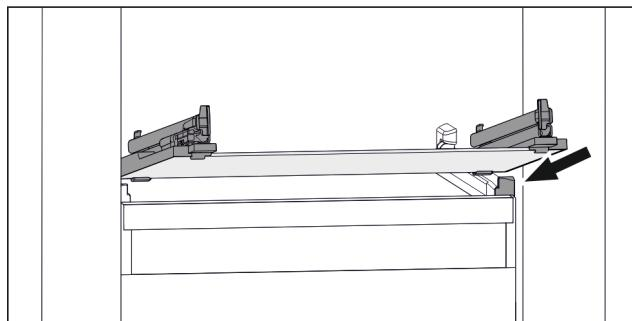

Fig. 109 Примерно изображение на стъклена плоча
- ▶ Поставете стъклена плоча под ъгъл зад ограничителите. (виж Fig. 109)